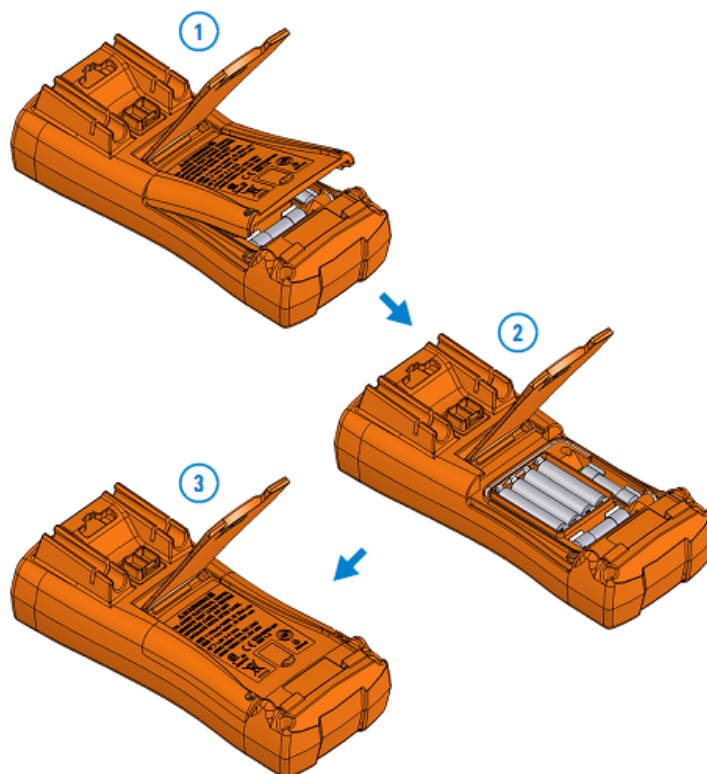

Рис. 1-1 Установка элементов питания
1. **Откройте крышку батарейного отсека.** Поднимите подставку и выверните винты крестообразной отверткой. Снимите крышку батарейного отсека, как показано на рис. 1-1.